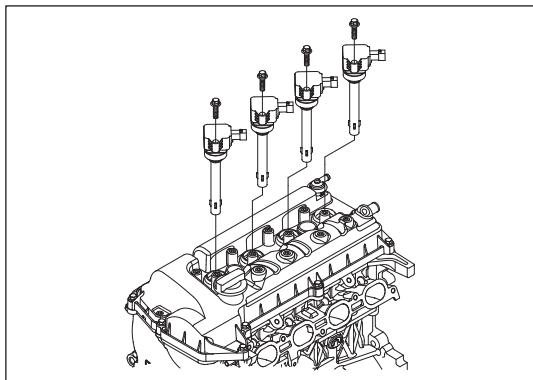
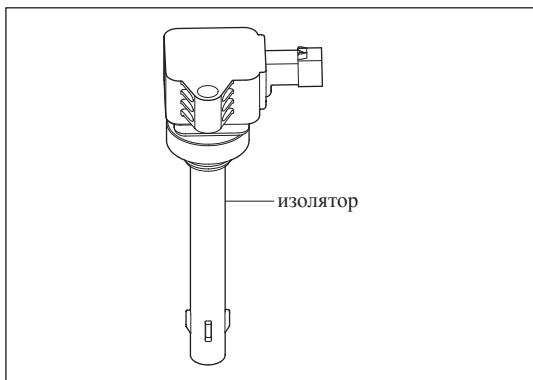

Рис. 12-2-2. Снятие катушки зажигания
Рис. 12-2-4. Проверка катушки зажигания
(1) Снятие катушки зажигания
- Выкрутить катушку зажигания из монтажного отверстия в крышке головки блока цилиндров, как изображено на рис. 12-2-2.
(2) Снять крышку головки блока цилиндров
- » Проверить изолятор катушки зажигания на наличие трещин, как изображено на рис. 12-2-4; если имеются трещины, заменить поврежденные детали.